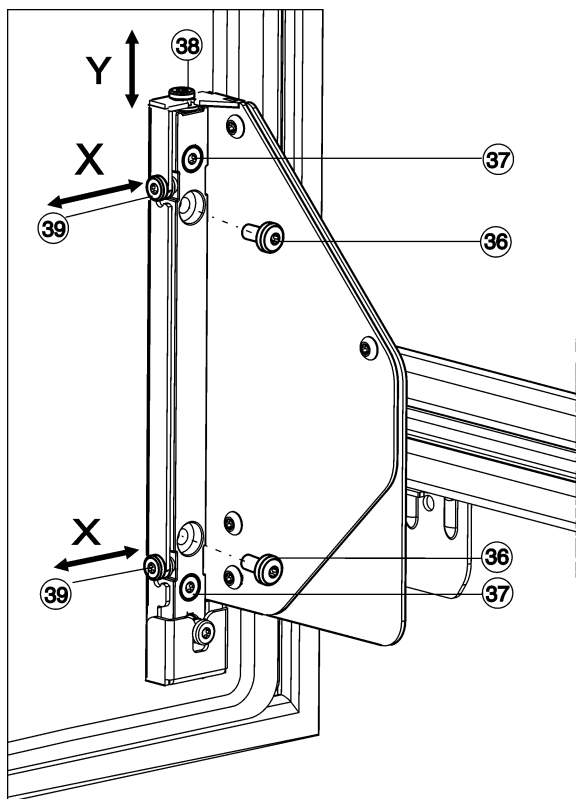

Fig. 27
- ▶ Ξεβιδώστε τελείως τις βίδες Fig. 27 (36).
- ▷ Πετάξτε τις βίδες Fig. 27 (36), δεν χρειάζονται πλέον.
- ▶ Λασκάρτε μόνο τις βίδες Fig. 27 (37) 1 έως 2 στροφές.
- ▶ Περιστρέψτε τη βίδα ρύθμισης (38). Δεξιόστροφα: η πόρτα μετακινείται το πολύ 4 mm προς τα επάνω. Αριστερόστροφα: η πόρτα μετακινείται το πολύ 2 mm προς τα κάτω.
- ▶ Σφίξτε ξανά όλες τις βίδες Fig. 27 (37).
- ▶ Εάν υπάρχουν ακόμη οι βίδες Fig. 27 (36), ξεβιδώστε τις τελείως.
- ▶ Ρυθμίστε τις βίδες ρύθμισης Fig. 27 (39) ανάλογα με την επιθυμητή κατεύθυνση πλευρικής ρύθμισης.
- ▶ Μετά το τέλος της πλευρικής ρύθμισης, σφίξτε ξανά τις βίδες Fig. 27 (37).